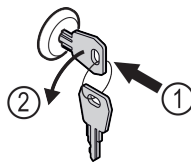

Fig. 162
- ▶ Dugja be a kulcsot. Fig. 162 (1)
- ▶ Forgassa el a kulcsot 90°-kal az óramutató járásával ellenkező irányba. Fig. 162 (2)